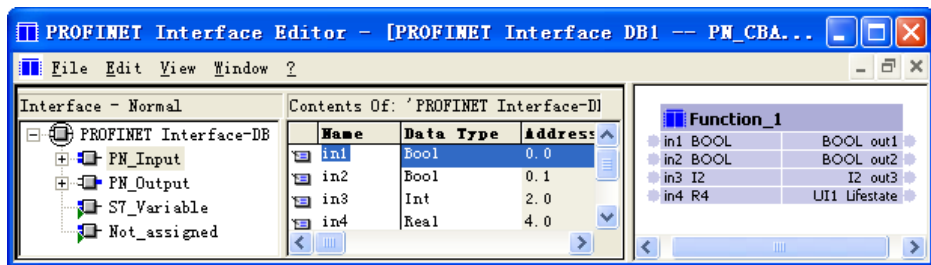

图 11-40 PROFINET 接口编辑器
用上述的方法创建一个 PROFINET 组件 (见图 11-40)，在创建 PROFINET 组件对话框的 “General” 选项卡，将组件的名称改为 “SIMATIC 300 (2)”。